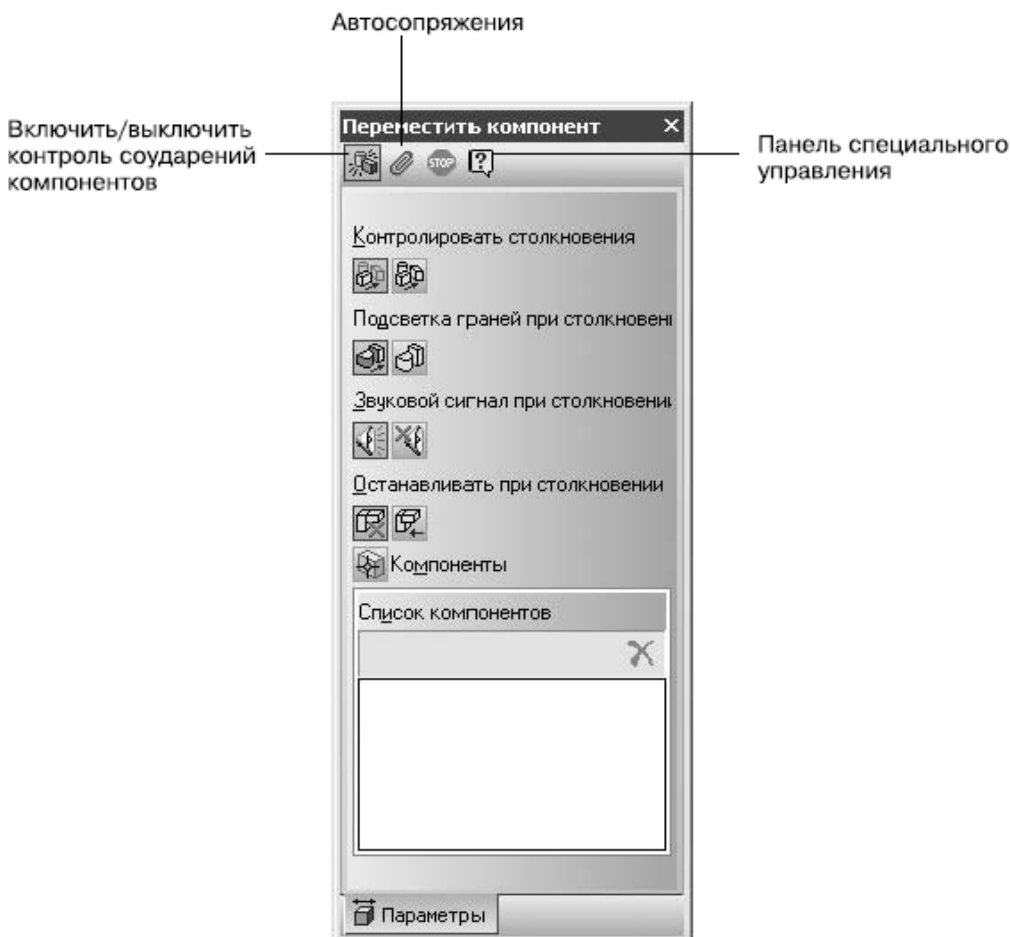

Рис. 1.32. Элементы управления панели свойств при перемещении компонента сборки
- Контроль соударений. Эту функцию можно активизировать с помощью команды Контроль соударений контекстного меню или используя кнопку Включить\выключить контроль соударений компонентов на панели специального управления, которая расположена слева или сверху от панели свойств (рис. 1.32). При включенном контроле соударений система не дает перемещаемой или поворачиваемой детали проникать в соседние компоненты сборки.
- Автоматическое сопряжение перемещаемой детали с окружающими ее ближайшими компонентами. При этом система старается самостоятельно подобрать наиболее подходящие сопряжения при приближении элементов деталей (границы, вершины и ребра) друг к другу. Эту функцию можно активизировать так же, как и контроль соударений: с помощью команды контекстного меню Автосопряжения или кнопки Включить/выключить режим автосопряжений на панели специального управления (см. рис. 1.32).